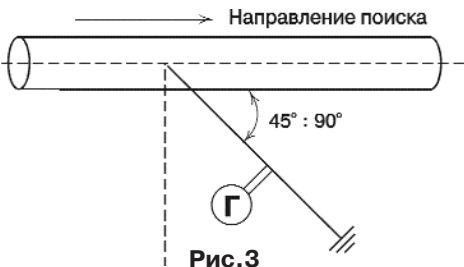

Рис.3
- угол установки штыря заземления в направлении поиска и места подсоединения генератора к кабелю должен составить 45 ... 90 град рис. 3;